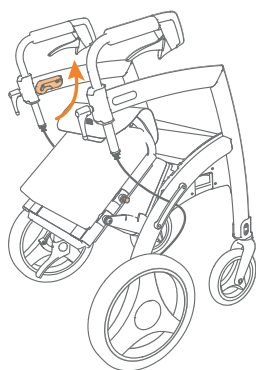
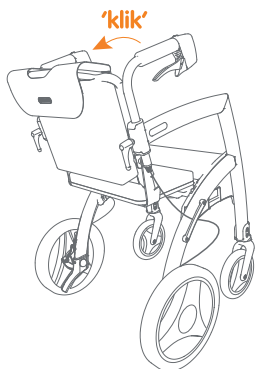

Figure 34: Tirez le dossier plus haut.
Figure 35: Cliquer le dossier dans les rails.
- c. Après quoi vous tirez le dossier vers le haut et vers l'arrière **(Figure 34)** afin que les boulons de fixation viennent se glisser dans les rails conducteurs du cadre **(Figure 35)**. Les boulons de fixation supérieurs ne glissent pas doucement dans les conducteurs du cadre ? Ensuite, poussez à nouveau le dossier vers le milieu du cadre et essayez à nouveau.